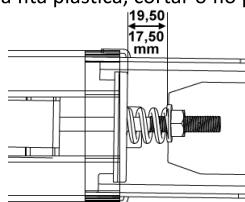

Fig 10
5. Como Fig.10, apertar a porca para a posição correta, cortar a fita plástica, cortar o fio plástico da roda dentada e está montado.